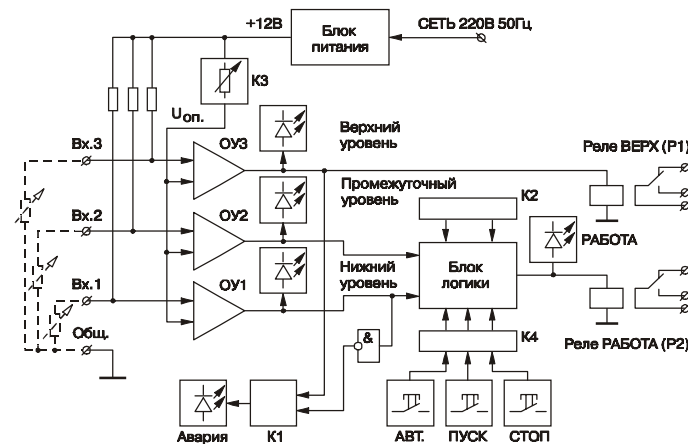

Рис. 1
3.1.1. Функциональная схема прибора САУ-М7Е представлена на рис. 1.